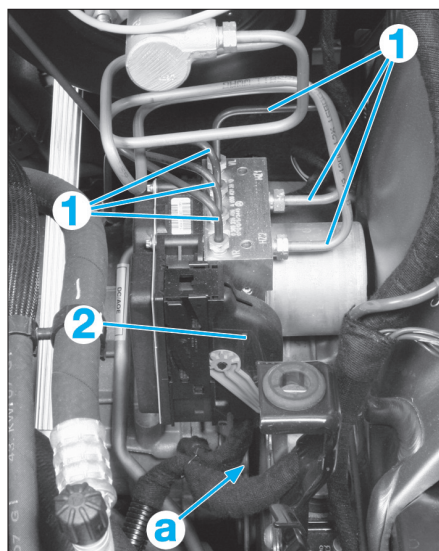

FIG. 29
- Débrancher les canalisations (1) (Fig.29) du bloc hydraulique.
- Déverrouiller et débrancher le connecteur (2) du calculateur ABS/ESP.